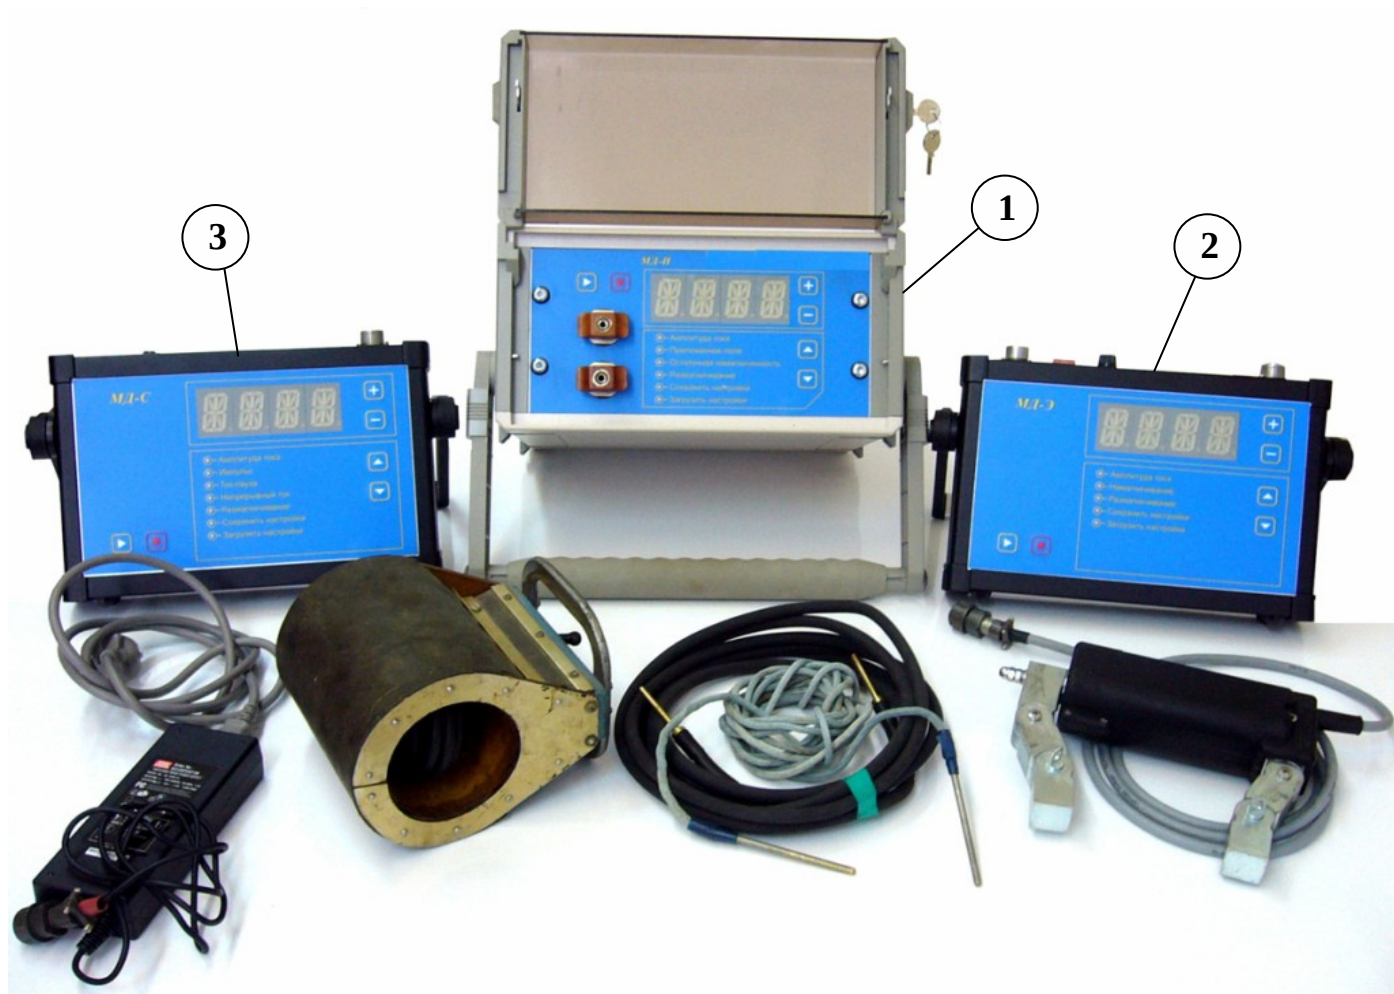

Рисунок 4.1 Дефектоскоп магнитопорошковый переносной модульный МД-М:
4.1 Внешний вид магнитопорошкового переносного модульного дефектоскопа МД-М представлен на рис. 4.1.